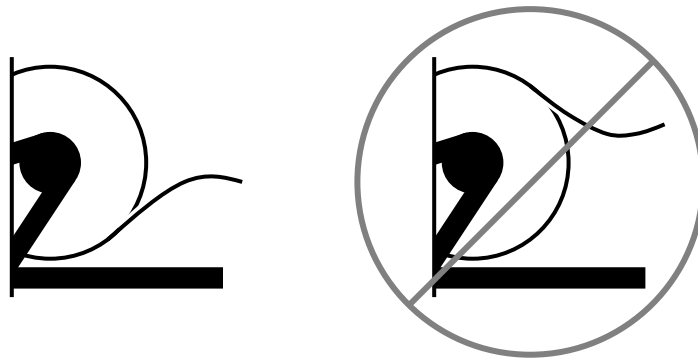

Figure 3. Orientation du papier correcte (à gauche) et incorrecte (à droite)
3. Insérez le rouleau de papier dans l'ouverture avec le papier sortant en bas du rouleau (cf. figure 3).